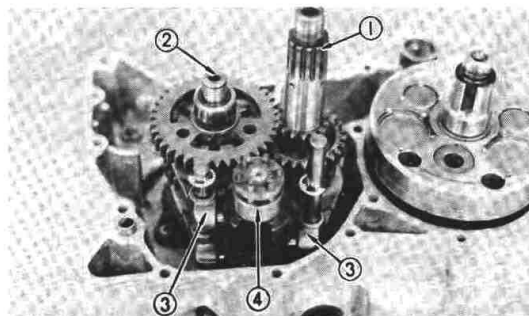

Fig. 3-5-2
1. Paying particular attention to the parts illustration, assemble the transmission shaft, shift cam, and shift forks and guide bars in your hand. **INSTALL CLUTCH PUSH ROD IN LEFT END OF MAIN AXLE.** (Fig. 3-5-2)
2. Install the assembly into the left case half. Tap into place with soft hammer until all shafts are fully seated. (Fig. 3-5-2)
1. En faisant particulièrement attention à l'illustration des pièces, montez les arbres de transmission, le barillet, les fourchettes et les glissières à la main. **POSEZ LA TIGE DE DEBRAYAGE A GAUCHE DE L'ARBRE PRINCIPAL.** (Fig. 3-5-2)
2. Posez l'assemblage dans le demi-carter gauche. Enfoncez-le en place à l'aide d'un marteau souple jusqu'à ce que tous les arbres soient complètement placés dans leur siège. (Fig. 3-5-2)